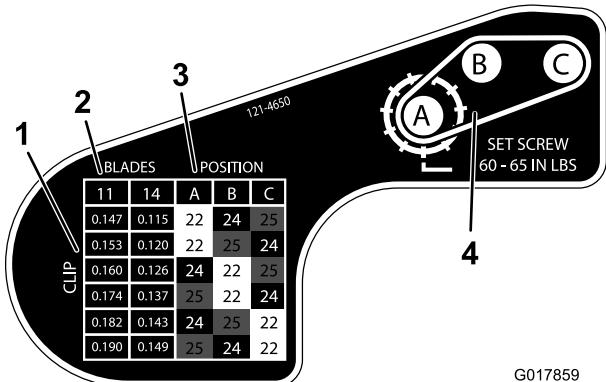

图15
6. 使用图15 上的标贴中所示的图表，确定您需要的切距设置及您需要移动的皮带轮。
9. 按标贴（图15）中所示的新配置安装每个皮带轮。确保每个皮带轮上的固定螺丝与轴上的键及平面部位对齐。